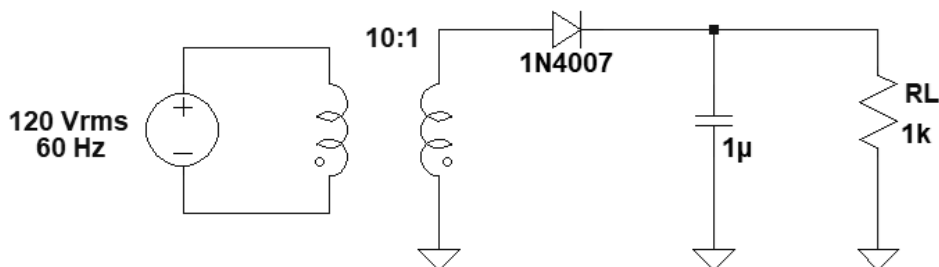
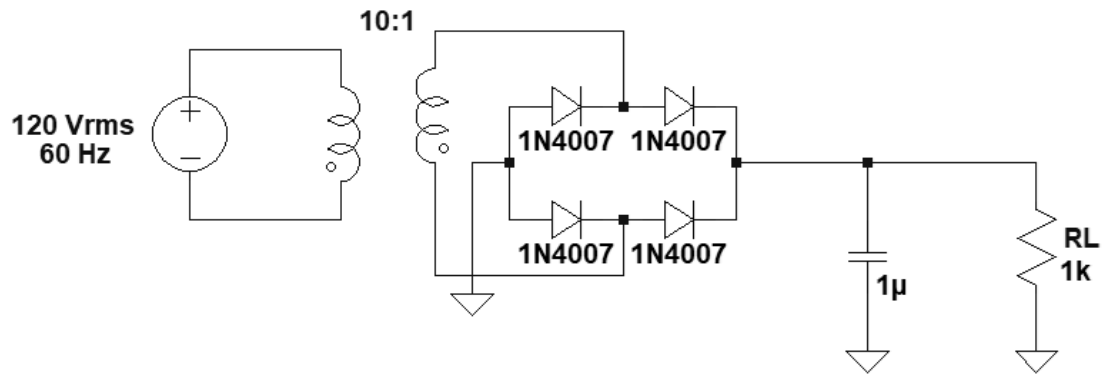

Figura 1. Circuito rectificador de media onda con filtro capacitivo.
Figura 2. Circuito rectificador de onda completa con filtro capacitivo.
- 3.3 Dados los circuitos de la **Figura 1** y **Figura 2**, calcular el voltaje de rizado, el voltaje promedio y el factor de rizado. Graficar en papel milimetrado las señales de voltaje en R_L para cada caso. Para el cálculo utilizar el diodo 1N4007. Explicar los cambios que se obtendrían en el voltaje de rizado al aumentar el valor de la capacitancia del capacitor y de la carga.